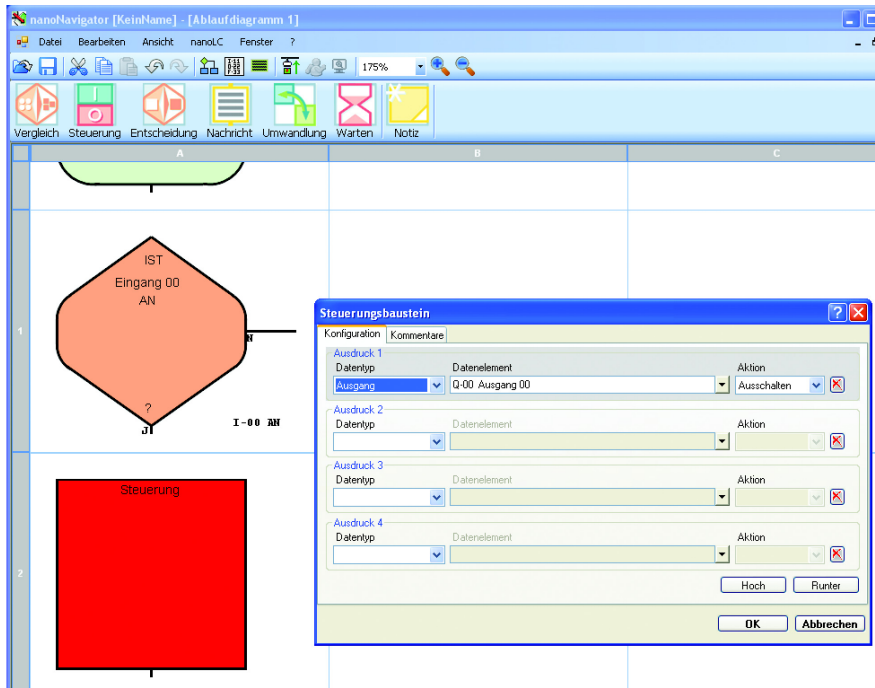

Abbildung 1-7 Dialogbox „Steuerungsblock“ für Zelle A2
4. Geben Sie wie in Abbildung 1-7 gezeigt Daten in die einzelnen Felder der Dialogbox ein. Klicken Sie nach der Eingabe auf „OK“.